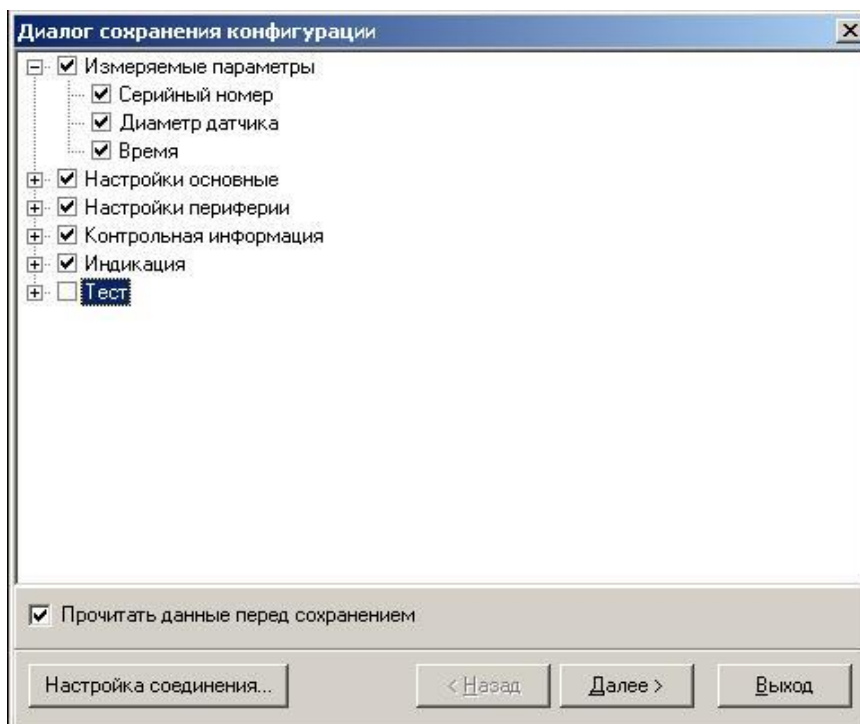

Рис.22. Окно «Диалог сохранения конфигурации».
- в открывшемся окне «Диалог сохранения конфигурации» выбрать набор параметров, которые будут прочитаны из прибора, установить флаг «Прочитать данные перед сохранением» и нажать кнопку «Далее», дождаться окончания считывания (рис.22):